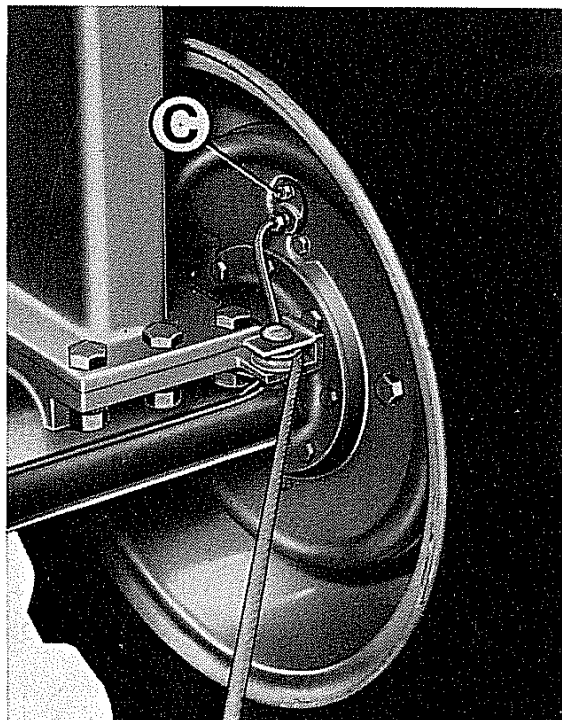

Fig. 31 - Raccordo spurgo aria freni
- Pulire l'estremità del raccordo di spurgo aria **C** (fig. 31) posto su ogni cilindretto, liberando il foro centrale dalle eventuali impurità.